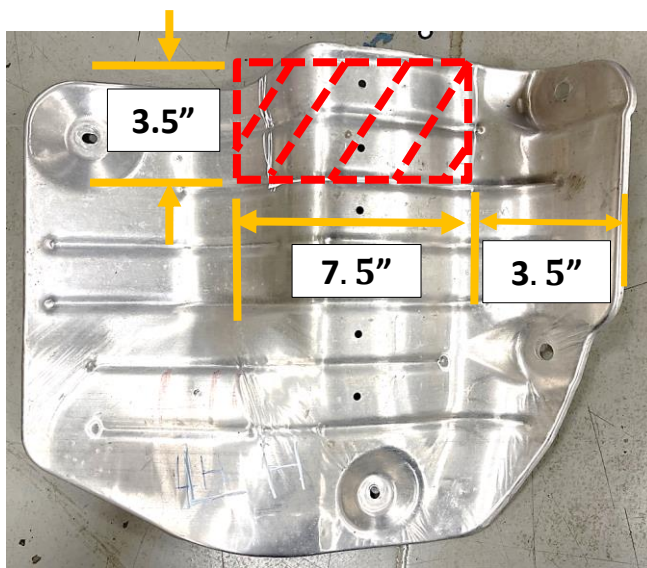
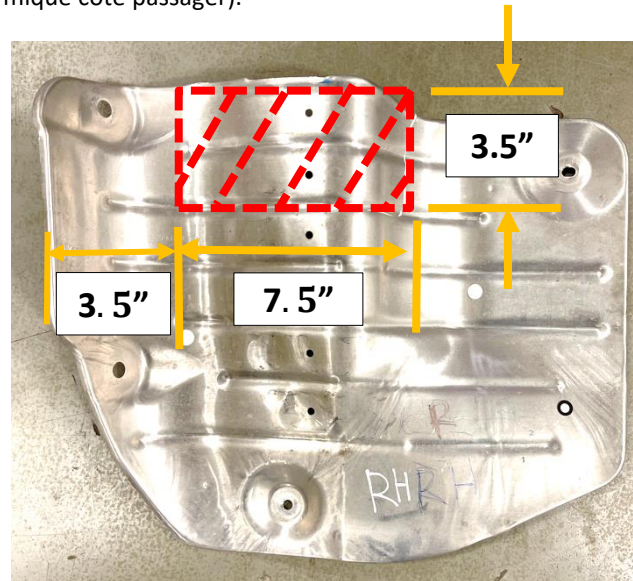

Figure 3
Figure 4
5. Découper l'écran thermique – À l'aide d'un ruban à mesurer, d'un marqueur et d'une cisailles à tôle, mesurer, marquer et découper la zone des écrans thermiques illustrée à la Figure 3 (écran thermique côté conducteur) et la Figure 4 (écran thermique côté passager).